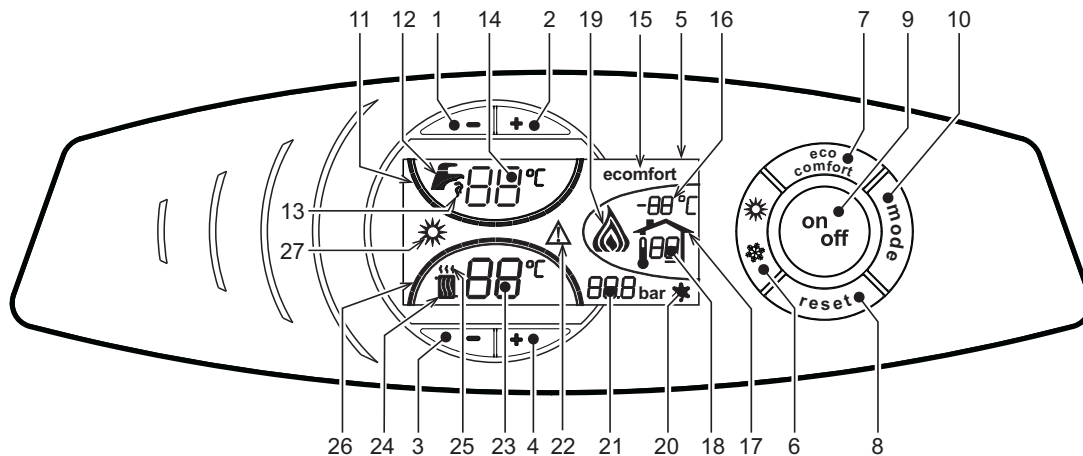
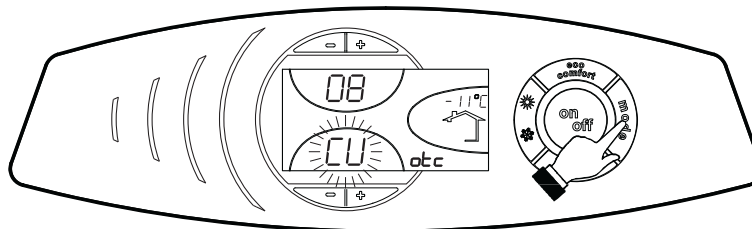

рис. 1 - Панель управления
рис. 11 - Кривая компенсации
О поступлении команды на включение отопления (от комнатного термостата или от пульта ДУ с таймером) предупреждает мигание индикатора теплого воздуха, установленного на радиаторе (дет. 24 и 25 - рис. 1).
Индексные метки с подсветкой системы отопления (дет. 26 - рис. 1) зажигаются по мере приближения измеряемой датчиком температуры к заданному значению.
О поступлении команды на включение системы ГВС, генерируемой при заборе горячей воды, предупреждает мигание соответствующего индикатора на кране (поз. 12 и 13 - рис. 1). Убедитесь, что функция Comfort (поз. 15 -) находится в активном режиме рис. 1
Индексные метки с подсветкой системы ГВС (поз. 11 - рис. 1) зажигаются по мере приближения измеряемой датчиком температуры к заданному значению
При включенной системе нагрева воды в бойлере (заводская установка) на дисплее отображается символ режима COMFORT (поз. 15 - рис. 1); наоборот, если система нагрева выключена, на дисплее высвечивается символ режима ECO (поз. 15 - рис. 1)
Бойлер может быть выключен пользователем (режим ECO) путем нажатия кнопки  (поз. 7 - рис. 1). Для включения режима COMFORT снова нажмите клавишу  (поз. 7 - рис. 1).
Нажмите клавишу (дет. 9 - рис. 1) в течение 1 секунды.
Для повторного включения котла вновь нажмите клавишу (дет. 9 рис. 1) в течение 1 секунды.
- Нажмите кнопку ON/OFF (9 - рис. 1).
Нажмите клавишу (роз. 6 - рис. 1) в течение 1 секунды.
На дисплее высвечивается символ "Лето" (поз. 27 - рис. 1). При этом котел будет вырабатывать только воду для ГВС. При этом система защиты от замерзания остается активной.
Для выключения режима "Лето" вновь нажмите клавишу (дет. 6 - рис. 1) в течение 1 секунды.
Температура в системе отопления регулируется в пределах от 30 °С до 90 °С с помощью клавиш (дет. 3 и 4 - рис. 1); однако, не рекомендуется эксплуатировать котел при температуре ниже 45 °С.
Температура в системе ГВС регулируется в пределах от 10°С до 65°С с помощью клавиш (поз. 1 и 2 - рис. 1).
При наличии датчика температуры наружного воздуха (опция) на дисплее панели управления (дет. 5 - рис. 1) отображается измеряемая этим датчиком температура. При этом система управления котлом работает в режиме "Плавающая температура". В этом режиме температура воды, подаваемой в систему отопления, регулируется в зависимости от климатических условий внешней среды с тем, чтобы обеспечить максимальный комфорт и экономию энергетических ресурсов в течение всего года. Так, при повышении внешней температуры понижается температура подачи воды в систему отопления, что производится по определенной "кривой компенсации".
С переключением на режим "Плавающей температуры" показатель температуры, устанавливаемый клавишами  (дет. 3 и 4 - рис. 1) соответствует максимальной температуре подачи воды в систему отопления. Рекомендуется устанавливать максимальное значение заданной температуры с тем, чтобы позволить системе регулировать изменение температуре во всем диапазоне значений.
При однократном нажатии кнопки  (поз. 10 - рис. 1) на дисплее выводится текущая компенсационная характеристика (рис. 11), которую можно изменить с помощью кнопок задания температуры воды ГВС  (поз. 1 и 2 - рис. 1).
При нажатии кнопок регулировки температуры отопления  (поз. 3 и 4 - рис. 1) открывается доступ к параллельному смещению характеристик (рис. 14), с помощью кнопок регулировки температуры в контуре ГВС  (поз. 1 и 2 - рис. 1).
Для выхода из режима параллельного изменения кривых еще раз нажать клавишу  (дет. 10 - рис. 1).